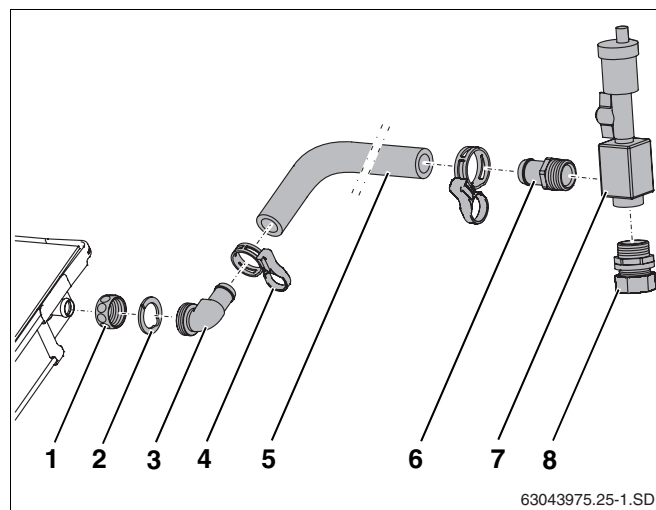

Рис. 38 Подключение шланга солнечного коллектора к штуцеру подающей линии
- Надеть накидные гайки (рис. 38, **поз. 1**) на штуцеры коллектора.
- Уложить зажимную шайбу (рис. 38, **поз. 2**) за выступ штуцера коллектора и нажать на нее.
- Выровнять наконечник с кольцом (рис. 38, **поз. 3**) и затянуть накидной гайкой.
- Надеть длинный шланг (1000 мм, рис. 38, **поз. 5**) на угловой наконечник и закрепить пружинным хомутом (рис. 38, **поз. 4**).
- Прикрутить наконечник R³/₄ с кольцом (рис. 38, **поз. 6**) и двойной ниппель с кольцом (рис. 38, **поз. 8**) к воздухосборнику (рис. 38, **поз. 7**).
- Вставить наконечник шланга (рис. 38, **поз. 6**) до упора в шланг солнечного коллектора и закрепить пружинным хомутом.
- Подключить сборную линию к резьбовому соединению с зажимным кольцом (рис. 38, **поз. 8**).